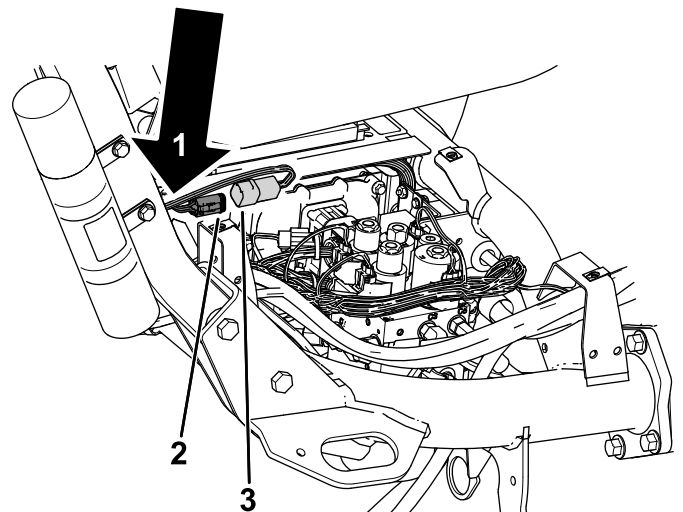

**Bild 10**
4. Nehmen Sie die rechte Seitenabdeckung (Bild 10) von der Maschine ab.
8. Bringen Sie die rechte Seitenabdeckung an der Maschine an (Bild 10).